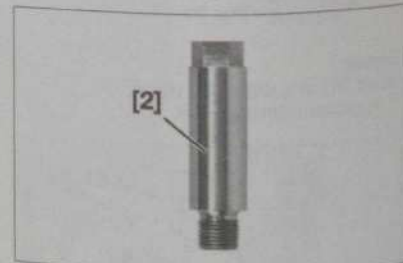

Fig. 35
- [2]. Raccord prolongateur pour prise de pression d'huile (réf : 1503-M) (Fig.35).